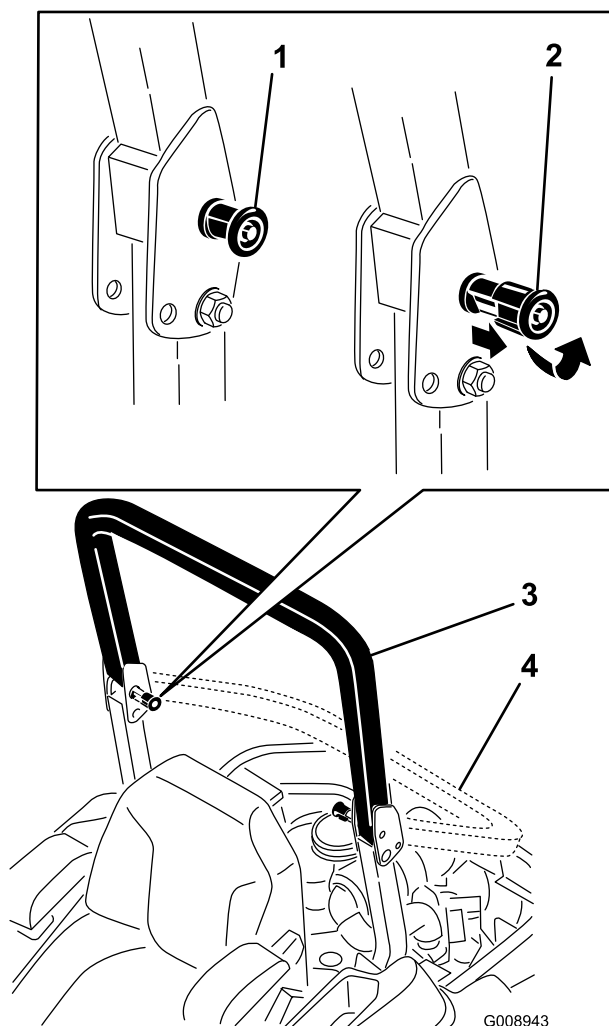

Figure 8
2. Tirez sur les deux boutons et tournez-les à 90° pour les désengager (Figure 8).
3. Faites pivoter l'arceau de sécurité à la position abaissée (Figure 8).
4. Pour relever l'arceau de sécurité à la position d'utilisation, tournez les boutons de sorte à les déplacer partiellement dans les rainures (Figure 8).
5. Redressez l'arceau de sécurité en position relevée tout en poussant dessus; les goupilles s'engagent en position quand les trous sont en face (Figure 8).